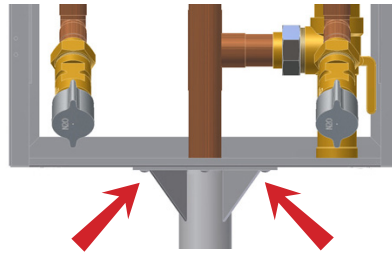

Figur 12
- Ta bort bakstycket på skåpet, figur 12.